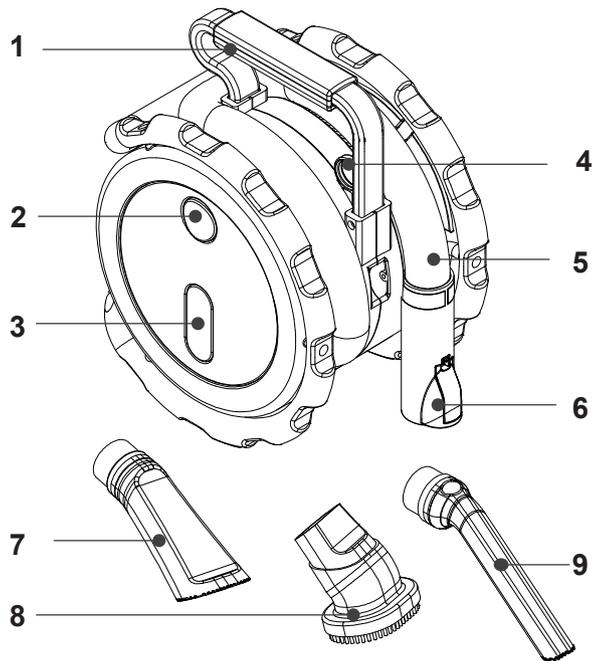
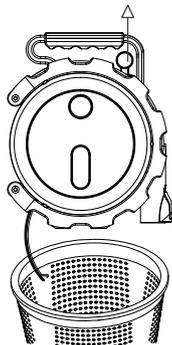

Рис.4
Рис.1
3. В соответствии с потребностью подберите насадку из комплекта (Рис.4) и вставьте её в патрубок воздушного шланга(5), соблюдая маркировку (белая риска).
- **Универсальная насадка**(7) подходит для очистки различных зон салона автомобиля.
- **Насадка-щётка**(8) подходит для уборки сидений и пластиковых деталей в автомобиле.
- **Щелевая насадка**(9) подходит для труднодоступных мест, зазоров между сидениями и ниш дверей автомобиля.
6. Во время работы держите пылесос за ручку(1) или воспользуйтесь плечевым ремнем.
7. Чтобы выключить устройство после использования установите кнопку питания (2) в положение "0".
9. Во время работы следите за наполняемостью пылесборника через специальное окошко-индикатор(3). Чтобы очистить пылесборник потяните за рычаг для сброса пыли(4) и снизу откроется крышка (Рис.1).